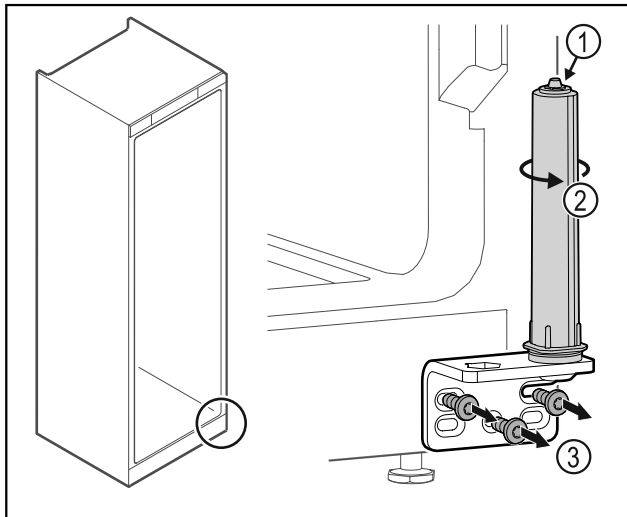

Fig. 36
- ▶ Ne pas désassembler le système de fermeture de la porte Fig. 36 (1).
- ▶ Tourner le système de fermeture Fig. 36 (2) jusqu'à entendre un clic.
- ▶ Dévisser l'équerre de la charnière Fig. 36 (3).